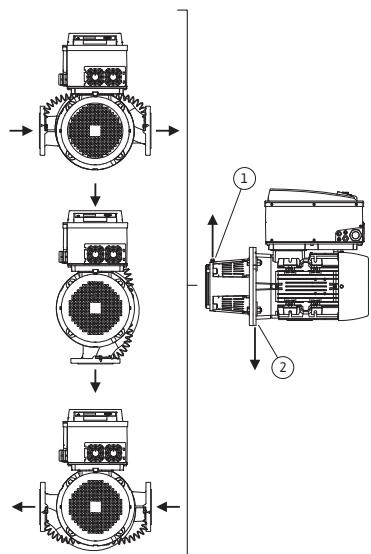
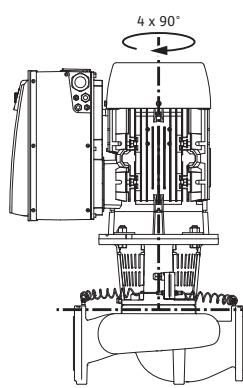

Fig. 18: Dopušteni položaji ugradnje s vodoravnim vratilom motora
Fig. 19: Dopušteni položaji ugradnje s okomitim vratilom motora
Dopušteni položaji ugradnje s vodoravnim vratilom motora i elektro-ničkim modulom prema gore (0°) prikazani su na Fig.18. Na slici nisu prikazani dopušteni položaji ugradnje s bočno montiranim elektroničkim modulom ($+/- 90^\circ$). Dopušten je svaki položaj ugradnje osim „Elektronički modul prema dolje“ (-180°). Odzračivanje pumpe zajamčeno je samo ako je odzračni ventil usmjeren prema gore (Fig. 18, poz. 1). Samo u tom položaju (0°) kondenzat koji možda nastane može istjecati preko postojećih prvrtka, laterne pumpe i motora (Fig. 18, poz. 2). U tu svrhu uklonite čep na motornoj prirubnici.
Dopušteni položaji ugradnje s okomitim vratilom motora prikazani su na Fig. 19. Dopušten je svaki položaj ugradnje osim „motor prema dolje“.
- Odzračni ventil na laterni (Fig. 6, poz. 1.31) mora kod vodoravnog vratila motora uvijek biti usmjeren prema gore (Fig. 6a: i Fig. 6b:). Kod okomitog vratila motora dopuštena je svaka orientacija. Za to vidi i Fig. 18: „Dopušteni položaji ugradnje s vodoravnim vratilom motora“ na stranici 25 odnosno Fig. 19: „Dopušteni položaji ugradnje s okomitim vratilom motora“ na stranici 25.
- Kod vodoravnog vratila motora provrt za kondenzat treba biti u položaju prema dolje (Fig. 18, poz. 2). Ako je potrebno, motor se mora okrenuti na odgovarajući način.